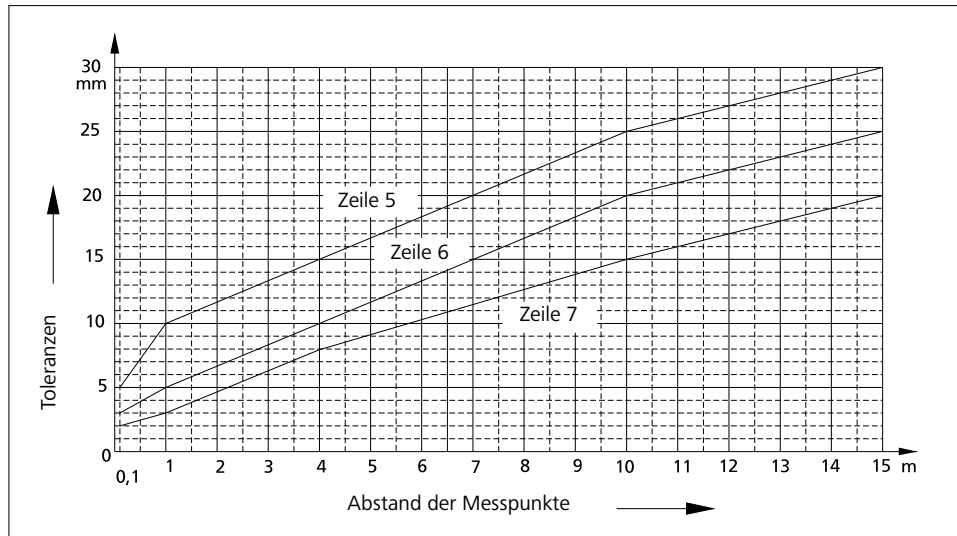

Abb. 15.2
* Zwischenwerte sind der Abb. 15.2 zu entnehmen und auf ganze Millimeter zu runden.